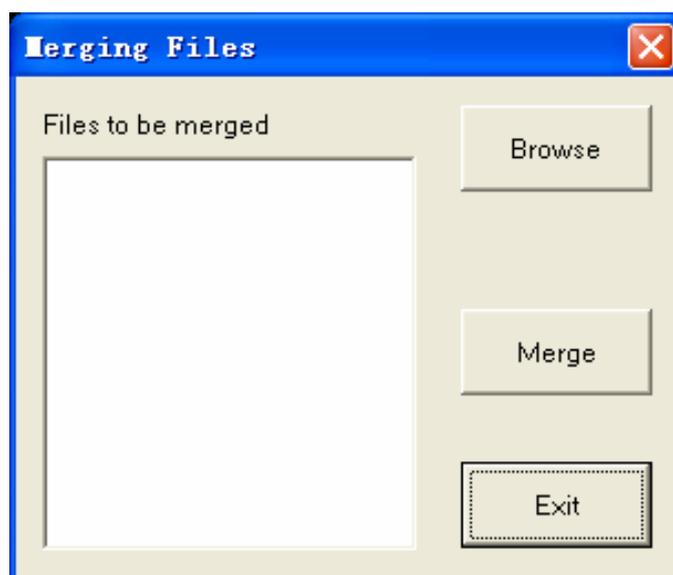

Figura 4.3.2 Finestra di fusione dei file
6. **Merge files**: selezionando **Merge files** (unisci file) si visualizza la finestra di fusione dei file come mostrato in Figura 4.3.2, dove è possibile fare clic su **Browse** per selezionare più di due file nella finestra di dialogo "Open file" a comparsa prima di fare clic su **Open**. Quindi i file selezionati verranno visualizzati in **Files-to-be-merged list** (elenco File da unire). Facendo clic su **Merge** per visualizzare la finestra di dialogo "file saving", in cui è possibile inserire il nome del file unito prima di fare clic su **Save**. I file selezionati verranno uniti in un unico file. Facendo clic su **Exit**, si esce dalla fusione dei file.